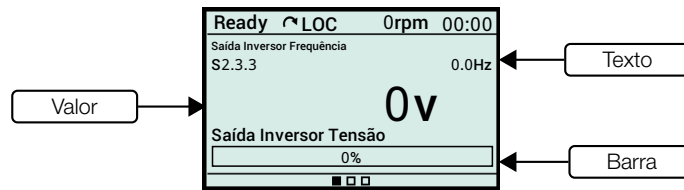

Figura 8.12: Visualização em linha
- Linha:** É possível exibir uma variável de leitura no formato **texto, valor ou barra**. A Figura 8.12 apresenta um exemplo com os 3 formatos.